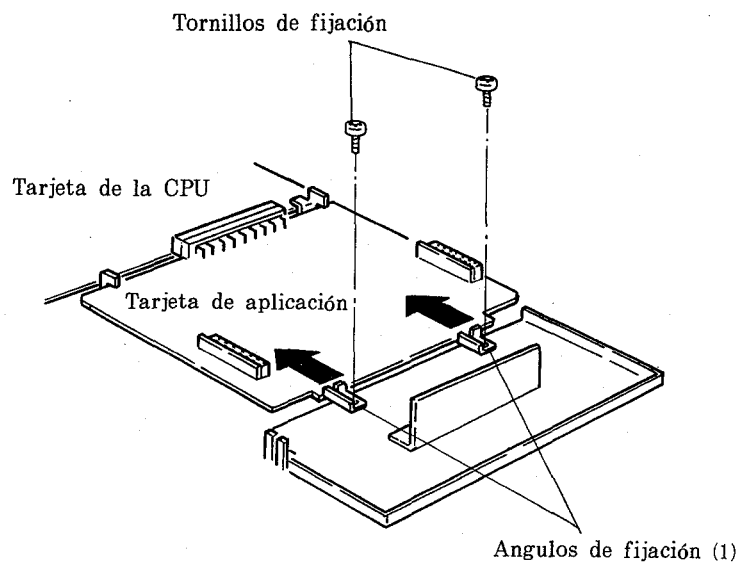

Figura 10
- c) Ajuste los ángulos de fijación (1) con los tornillos de fijación (2 piezas). (Vea la figura 10 de arriba.)